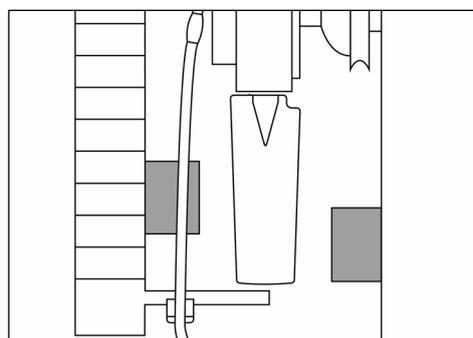

Рис. 34
- 30) Убедиться, что когда лопасти находятся в перекрестном положении, они не сталкиваются с какими-либо предметами перед или за вентилятором (минимальный зазор: 5 мм (0,196 дюйма) / см. Рис. 34).